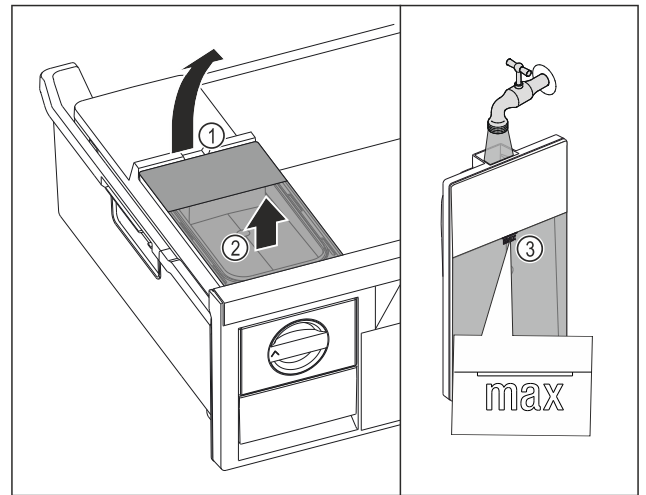

Fig. 124
- ▶ Wassertank an der Aussparung Fig. 124 (1) anheben.
- ▶ Wassertank nach oben entnehmen. Fig. 124 (2)
- ▶ Wassertank bis zur Markierung Fig. 124 (3) mit Trinkwasser befüllen.